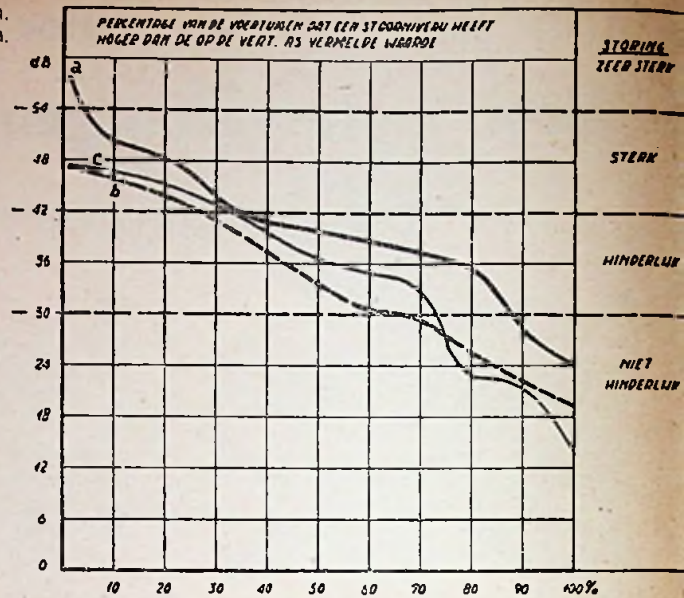

Fig. 4. Niet ontstoorde en ontstoorde auto's
- d. weerstandsbougies + weerstandskabel van bobine naar verdeler (zie ook fig. 4).
Voor het beoordelen van de waarde van de verschillende ontstoringmiddelen in de praktijk zijn de krommen van fig. 4 belangrijk.